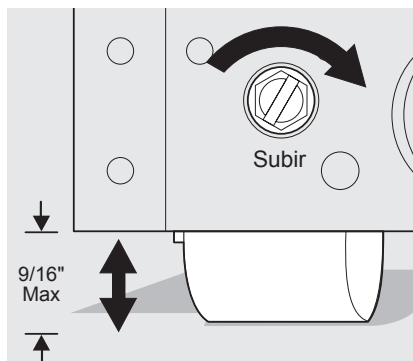

Figura 2
- 2 Use un destornillador plano o una llave de vaso de 3/8" para elevar o rebajar las ruedas frontales (figura 2). No levante la cabina más de 9/16 pulgadas.